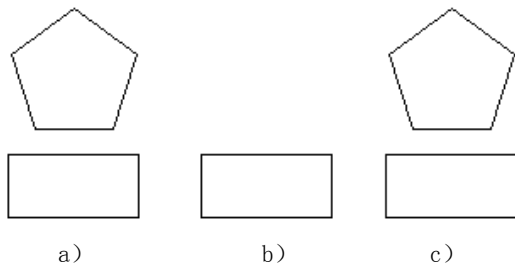

图 8-2 删除图形对象
(2)“对象”选项组:该选项组用于选择制作图块的对象以及对象的相关属性。如图8-2所示,把图a中的正五边形定义为图块,图b为选中“删除”单选按钮的结果,图c为选中“保留”单选按钮的结果。